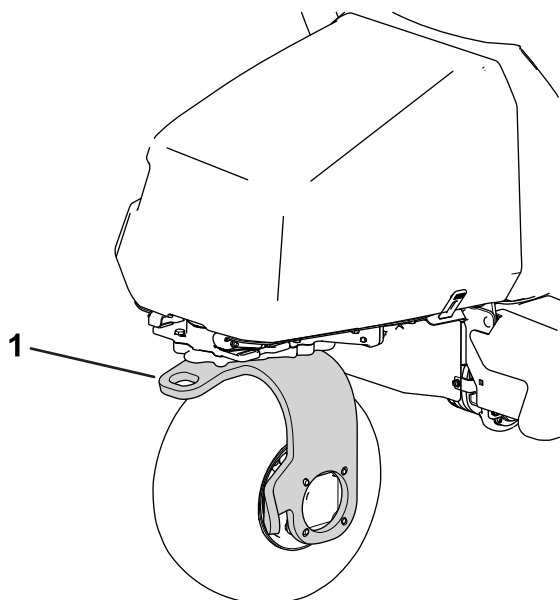

図 42
13. マシンの後キャストフォークに牽引ロープを取り付けて牽引する図 42。